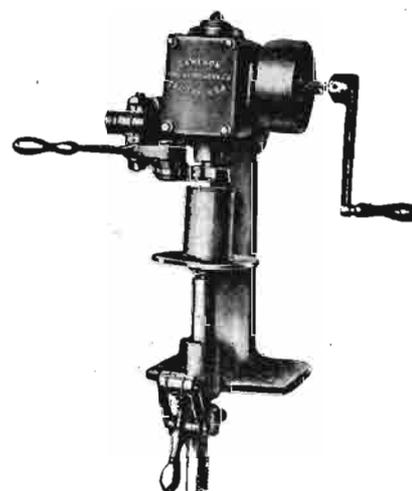

Figura 2.ª
*Máquinas Cameron Cam.*—Representante general en España, don Luis Puelles, Ingeniero, domiciliado en la calle de Aribau, 163, Barcelona (figura 2.ª).